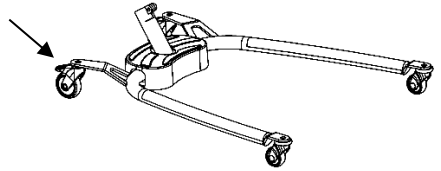

Fig. 5.2A
1. Stellen Sie die Lifterbeine auf den Boden und bremsen Sie die Rollen (Fig. 5.2A).